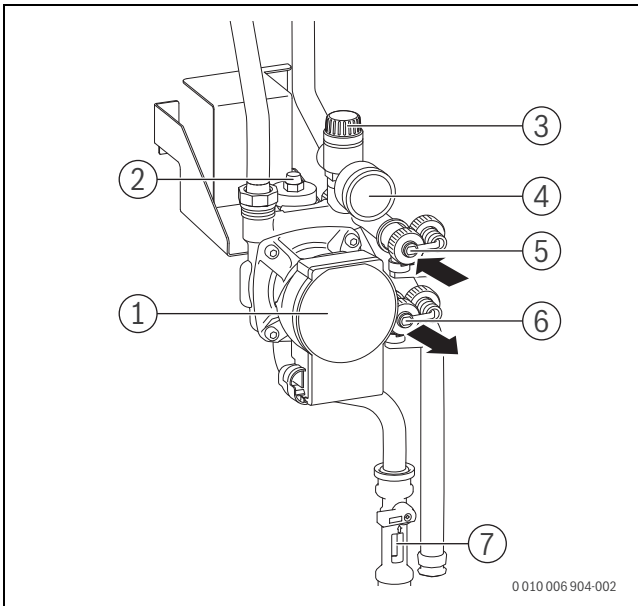

Рис. 83 Группа солнечной установки
Подсоедините заполняющее устройство к кранам заполнения и слива солнечной установки (→ рис. 83):
- ▶ Откройте краны заполнения и слива (→ рис. 83, [5] и [6]).
- ▶ Во время промывки несколько раз прикройте и затем быстро полностью откройте кран заполнения и слива на стороне всасывания (→ рис. 83, [6]). Таким образом скопившиеся пузырьки воздуха смогут раствориться в трубопроводе.